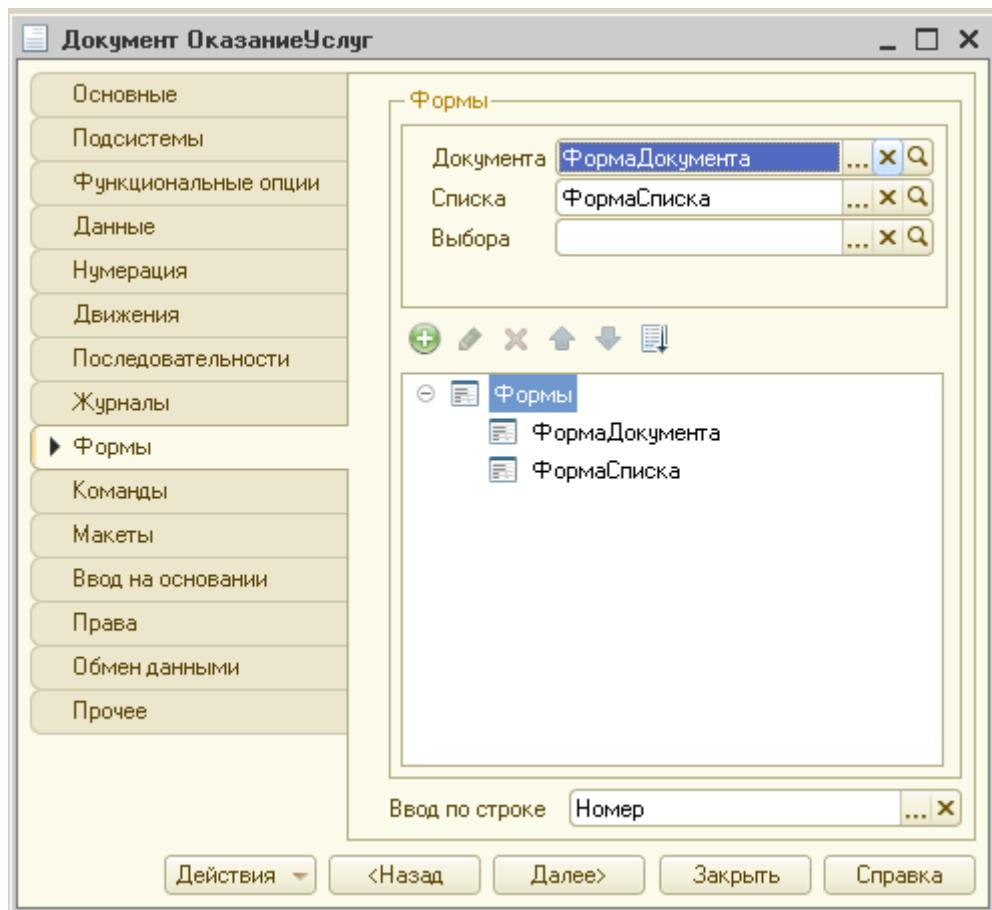

Рисунок 34 Вкладка «Форма» документа Оказание услуг
- На вкладке «Форма» в области «Форма» напротив «Документа» нажмите кнопку «Очистить» (крестик) (рис. 34).